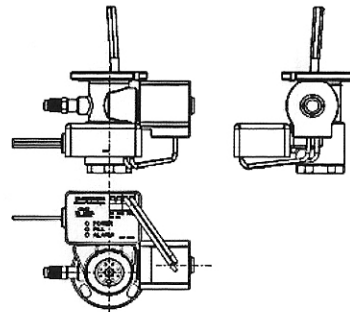

FIGURA 2
**Nota: as unidades OMB usadas em compressores scroll requerem o uso de um tubo de injeção. Este tubo é enviado junto com a unidade, mas não instalado. Deve ser parafusado na parte traseira da unidade e apertado manualmente mais 1/2 volta com uma chave. Quando propriamente instalado o tubo estará a um ângulo pequeno relativo ao OMB. Veja a figura 2 abaixo.**